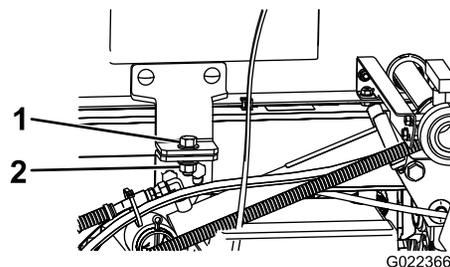

Рисунок 87
4. Выверните предохранительные болты из передней части рамы (Рисунок 87).